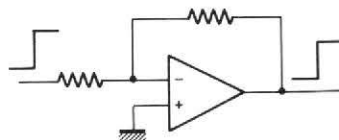

Fig. 1. — La contre réaction a, entre autres, pour but de linéariser le gain et de faire délivrer en sortie un signal identique à celui appliqué à l'entrée.
regardant de plus près, on peut dire que non et que du temps des amplificateurs à tubes, le phénomène était déjà connu. Pour preuve, nous pouvons citer F. Langford-Smith qui, dès 1955, dans son « Radio Designer's Handbook » énonçait : « Les amplificateurs soumis à la contre-réaction présentent souvent de la distorsion quand ils sont soumis à un signal impulsionnel, donc évoluant rapidement dans le temps, et l'amplitude de ce signal est moindre que celle nécessaire à surcharger l'amplificateur avec un signal à temps de montée plus long. Ceci est dû au fait que le signal d'erreur évolue plus lentement que la tension d'entrée avec pour résultat que la tension appliquée à l'un des tubes devient assez grande pour donner naissance au courant grille et même à l'écrêtage. » (1) (fig. 1 et 2). Référence est faite dès cette époque aux travaux de J.E. Flood (2) et G.F. Floyd (3) qui dataient de 1952. J.E. Flood avait en particulier étudié le cas d'un, de deux ou trois étages à couplage RC ; sa conclusion était que pour un seul étage, l'amplitude du signal nécessaire pour saturer l'étage décroissait avec le temps de montée du signal d'attaque et que dans le cas de trois étages, la tension appliquée au troisième étage pour le saturer avait toujours la même amplitude, que le signal soit lent ou rapide. Autrement dit, si les deux premiers étages sont étudiés pour ne pas écrêter, le signal nécessaire pour